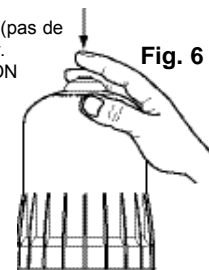

Fig. 6
- Appuyer sur le bouton de purge au sommet de la cloche (Fig. 6).